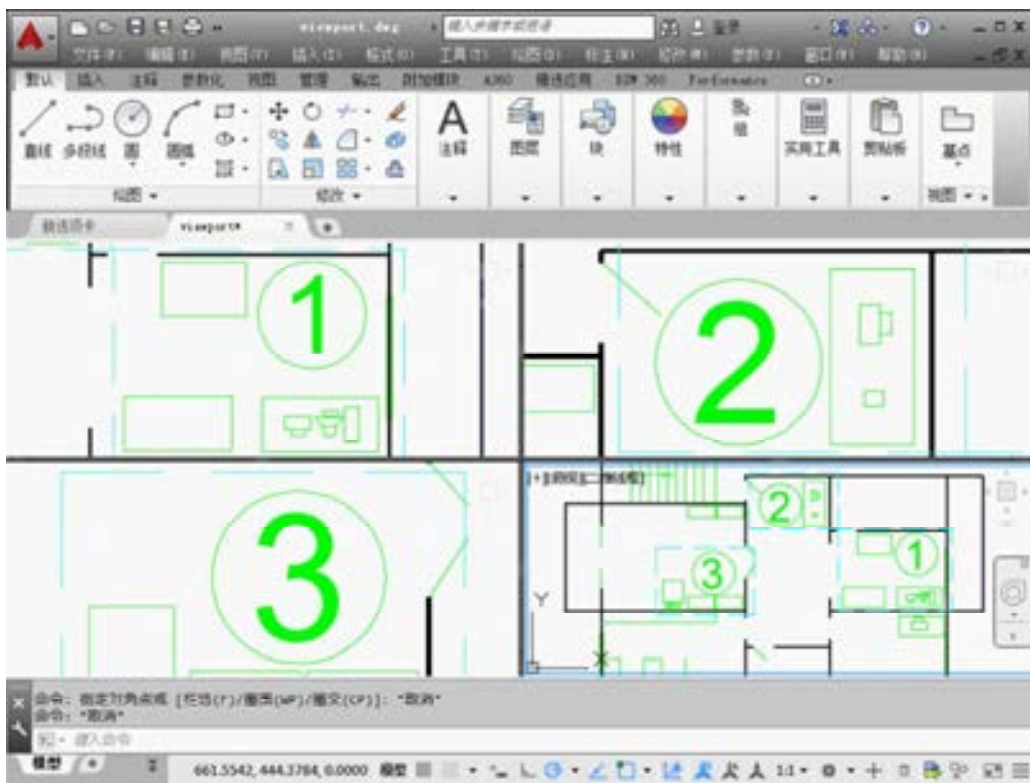

图 5.2.3 缩放后的四个视口的显示
Step5. 此时可以看到当前绘图区已分为四个相等的视口。在某个视口内单击, 则该视口变为当前视口, 并以加亮边框的形式显示出来, 可在当前视口中进行缩放、平移等操作; 如果需要对另一个视口进行操作, 则必须先在该视口中单击使其变为当前视口。这样分别在四个视口中进行不同的缩放、平移等操作, 使各个视口的显示如图 5.2.3 所示。